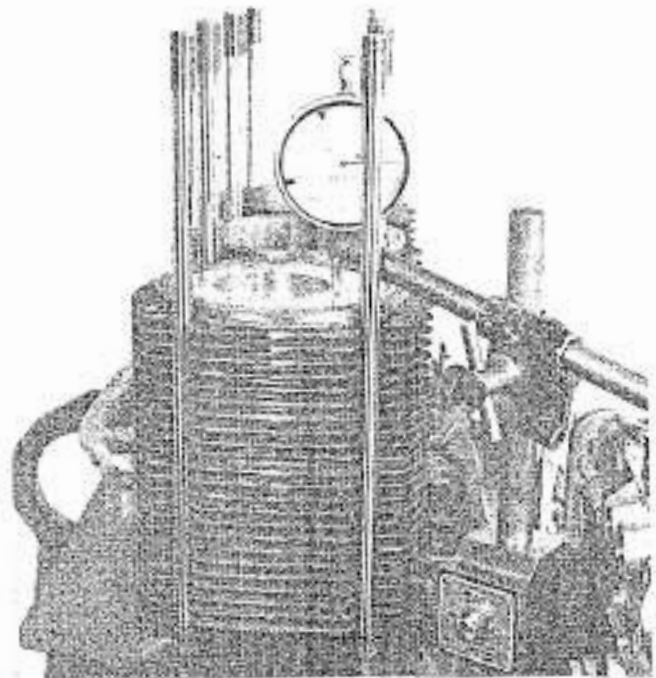

FIG. 34 - Contrôle de la distance entre la tête du piston et le plan d'appui de la culasse
- Contrôler si la tête du piston au P.M.H. est plus basse de 0,5÷0,8 mm que le plan d'appui des joints de culasse après blocage du cylindre en position de montage (Fig. 34).